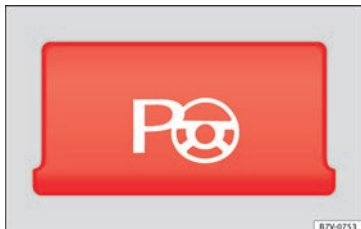

Bild 212 Detaljerad bild av mittkonsolen: knapp för manuell aktivering av parkeringsassistenten
- **Fickparkering:** tryck på knappen  vid hastigheter upp till 50 km/h **en gång**. När funktionen är aktiverad kommer knappen » » bild 212 börja lysa.
- **Rätvinklig parkering:** tryck på knappen  vid hastigheter upp till 50 km/h **två gånger**. När funktionen är aktiverad kommer knappen » » bild 212 börja lysa.
- Tryck på knappen När funktionen är aktiverad kommer knappen **» bild 212** börja lysa.